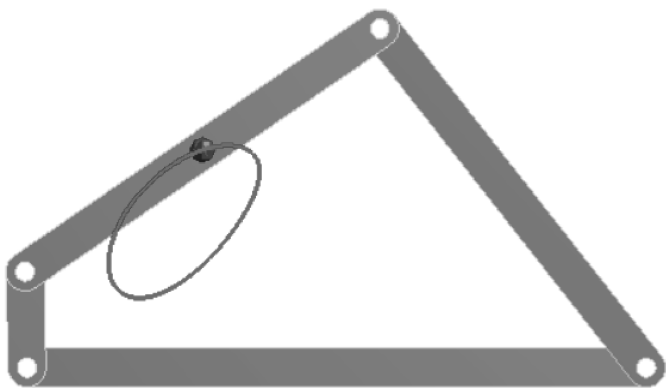
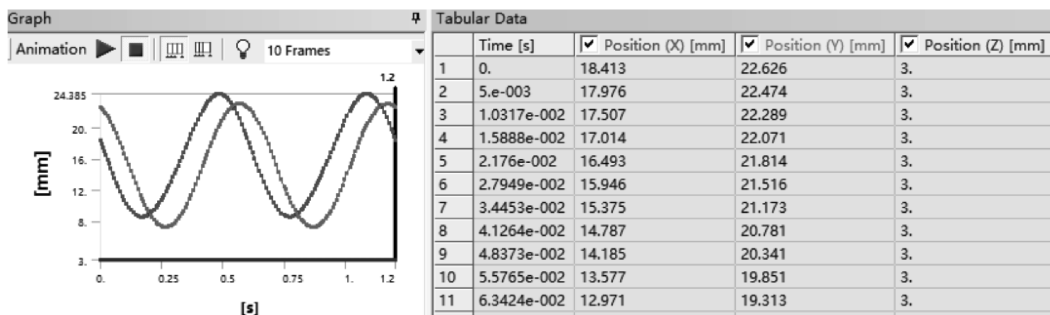

图 5-10 Upper link 位置轨迹
图 5-11 Upper link 运动轨迹及数据
(1) 在 Mechanical 标准工具栏中单击  Solve 进行求解运算。
(2) 求解结束后，单击【Position】，可以看到相应结果，如图 5-10、图 5-11 所示。也可进行动画设置，显示机构运动。